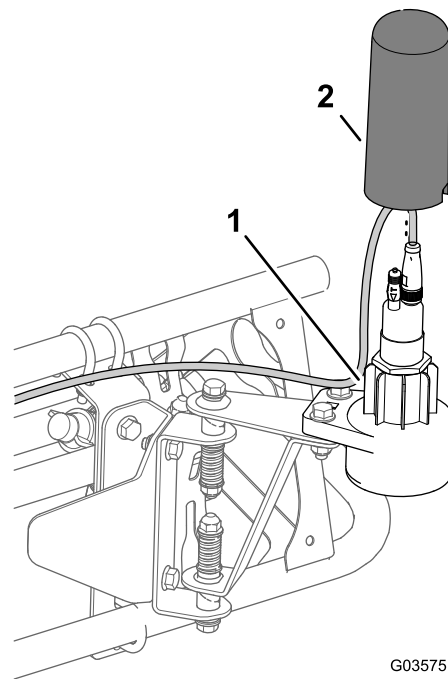

Bild 25
4. Befestigen Sie das obere Gehäuse über dem Sensor und am unteren Gehäuse (Bild 25).